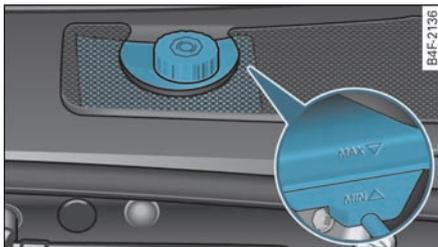

图 235 发动机舱：制动液储液罐上的标记
- 一 察看制动液储液罐上的液位 => 图 235。此液位必须总是保持在标记“MIN（最低）”和“MAX（最高）”之间。